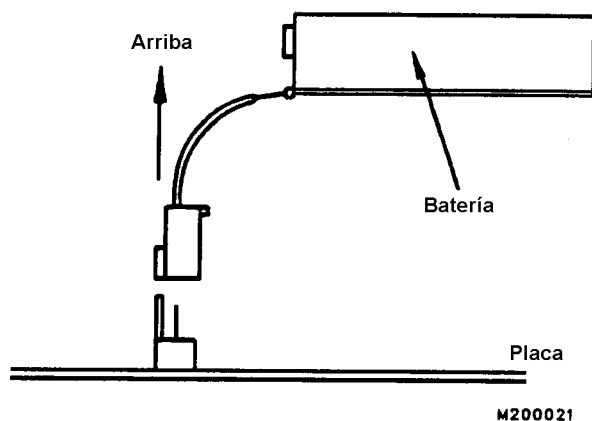

FIGURA 20-10 CONEXION DE LA BATERIA
6. Inserte el conector de la batería nueva directamente en el conector de la placa (Figura 20-10). Coloque la batería en su soporte y haga pasar los cables por la muesca. Al hacer esto, inserte el cableado en la parte inferior del soporte y páselo a través de la muesca.